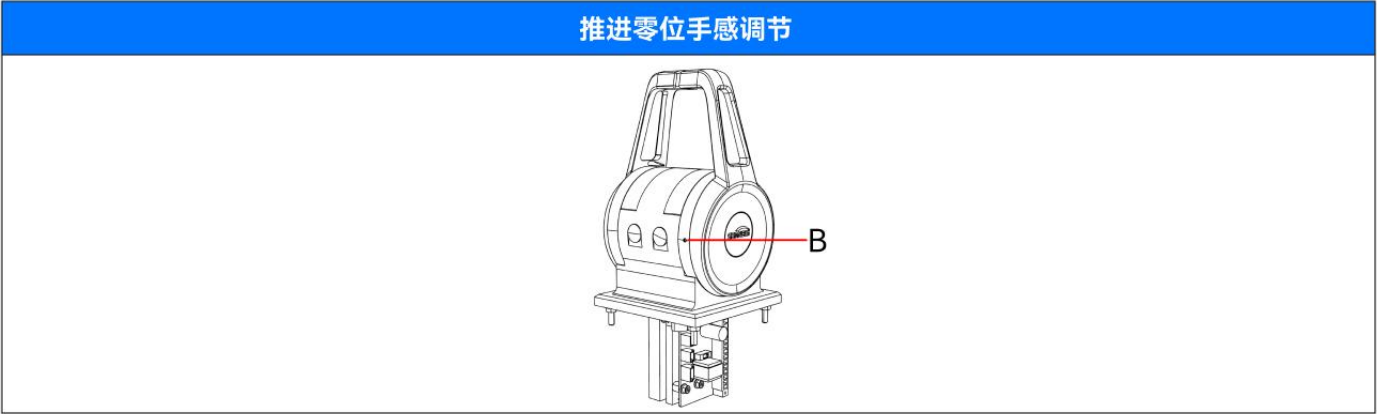

图4.2
- 如图4.2，在B处使用内六角扳手来旋转调节推进零位手感的强弱。